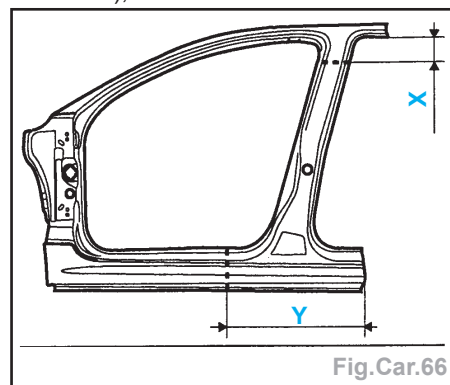

Fig. Car.66
- puis découper à l'aide d'une meule épaisseur 1 mm (coupe définitive) (Fig. Car.66),